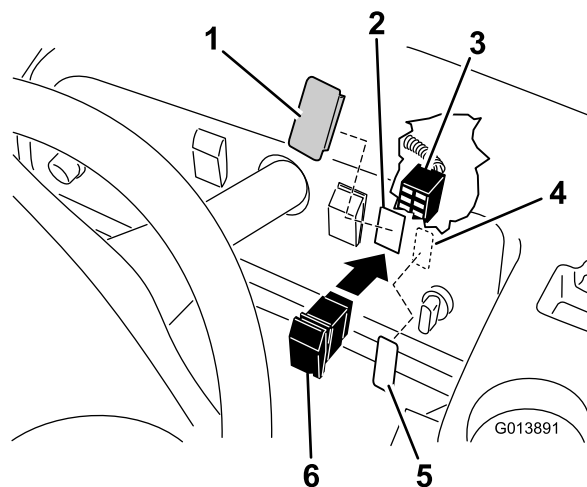

Figura 15
1. Retire el tapón del hueco del lado derecho del salpicadero (Figura 15).
2. Introduzca el interruptor en el hueco abierto en el salpicadero (Figura 15).